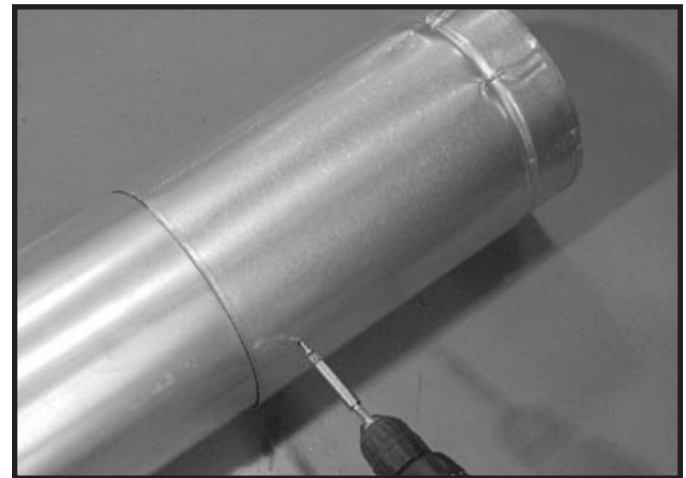

Figure 7.7 Visser dans la section coulissante
- Fixez le conduit et la section coulissante avec deux vis d'une longueur inférieure à 1/2 po (13 mm) en utilisant les trous de guidage sur la section coulissante. Voir la figure 7.7.